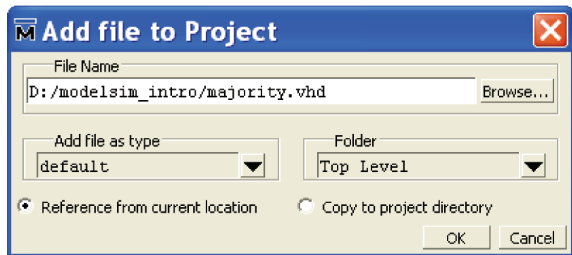

fig4
- Ajoutez le premier projet comme le montre la figure 4